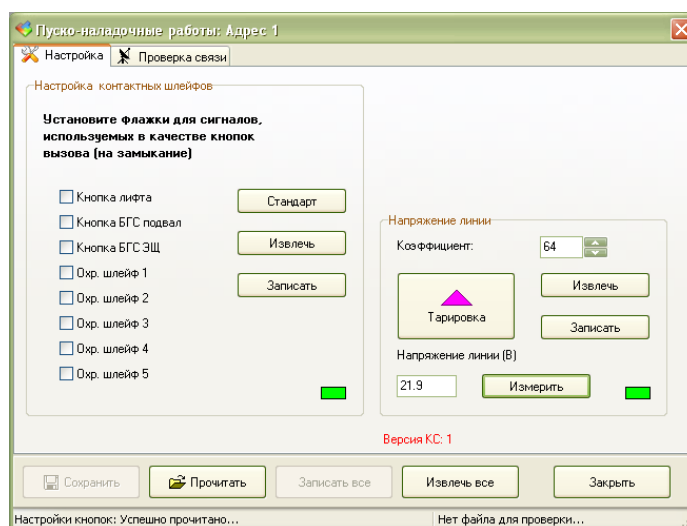

Рисунок 15 - Контроль состояния БДК-БУУП
- 3) Выбрать найденный БДК-БУУП в таблице устройств и нажать кнопку «Тест». Откроется окно с параметрами блока (рисунок 15).